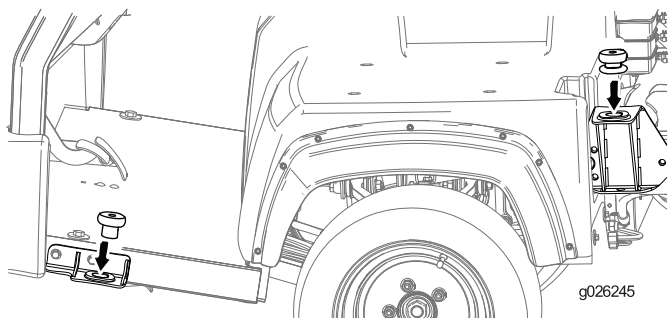

Bild 23
5. Befestigen Sie die vier Gummi-Isolierungshalterungen, wie in Bild 23 abgebildet.